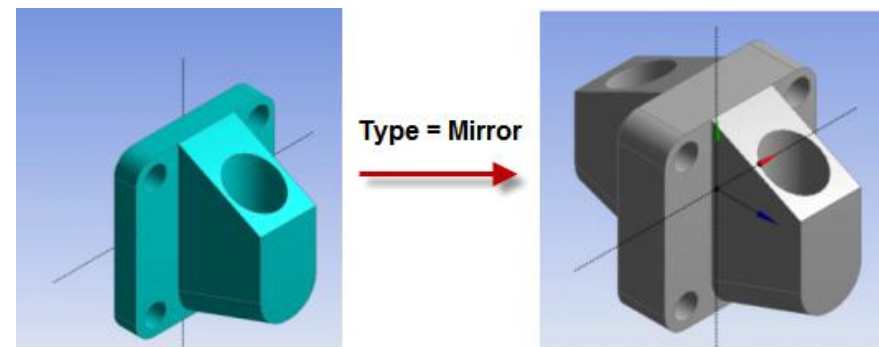

Рис. 3.32
– *Mirror* – отражение тела относительно плоскости (рис. 3.32). Параметр *Mirror Plane* задает плоскость для отражения, которая выбирается в дереве построения. Для удаления исходного тела после создания отраженного нужно выбрать *No* в опции *Preserve Bodies?*;